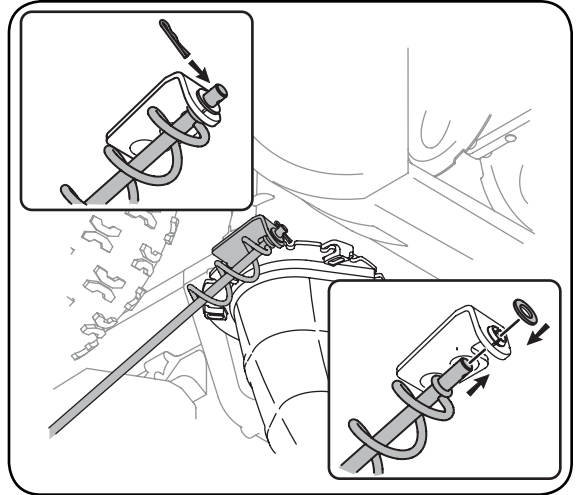

Figure 3-5
a. Retirez la rondelle plate et la goupille-épingle de l'extrémité de la manivelle de la goulotte. Voir la Figure 3-5.